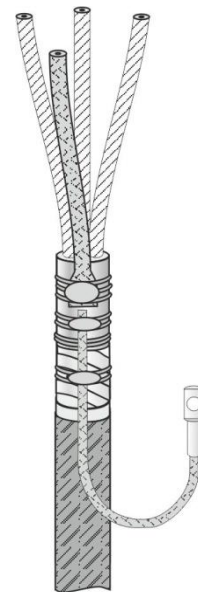

Рис.4
3. Снять оболочку кабеля от конца кабеля до второго кольцевого надреза. Удалить поясную изоляцию и кордели, жилы кабеля развести и обезжирить салфеткой, смоченной в бензине или ацетоне. Закрепить бумажную изоляцию на концах жил 2-3 витками ленты ПВХ (Рис. 4).